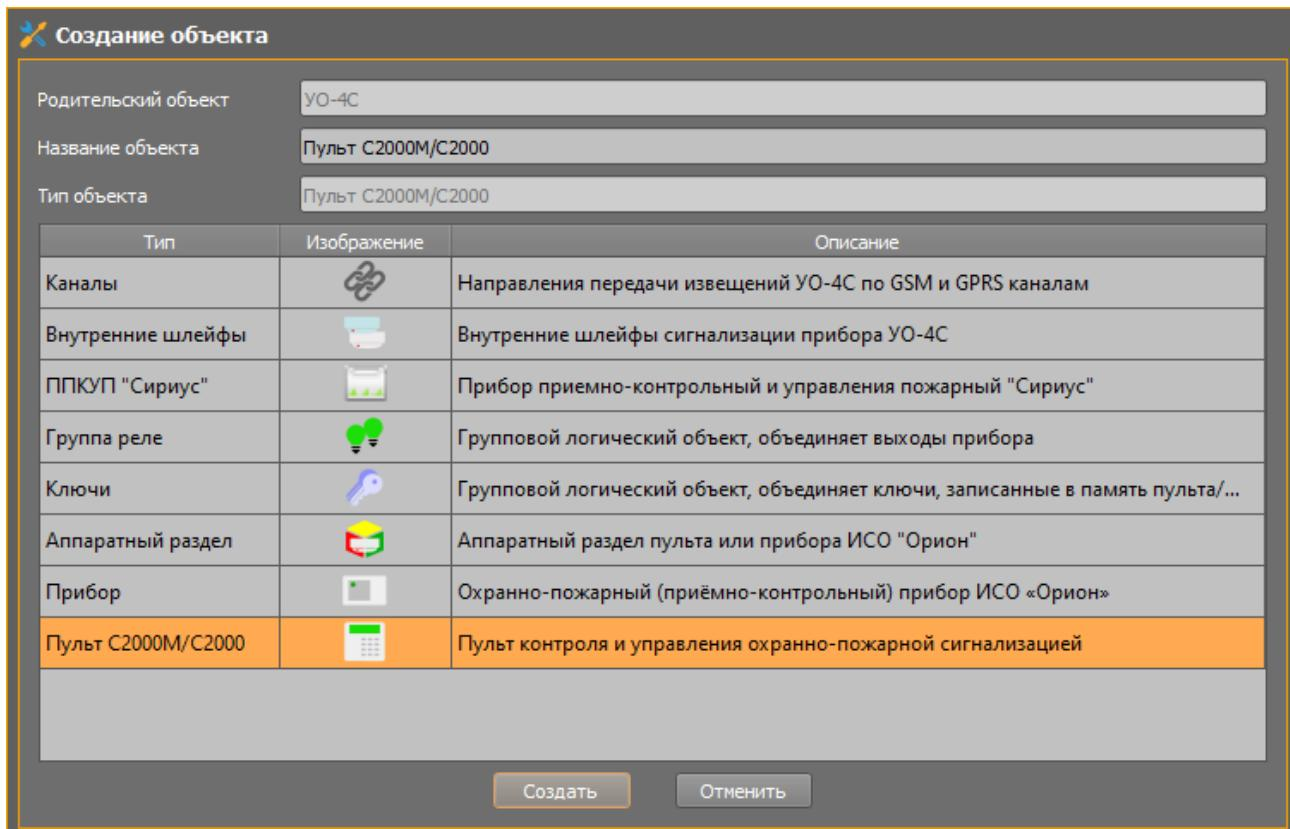

Рисунок 2-18. Создание пульта под ПОО «УО-4С»
1. Через контекстное меню «УО-4С» в аппаратной иерархии создайте пульт «С2000М» (Рисунок 2-18).